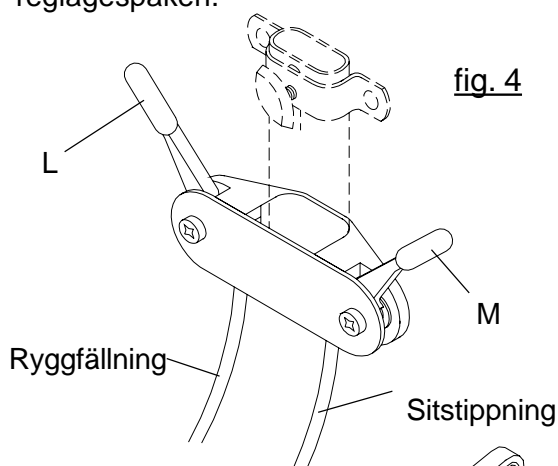

fig. 4
OBS! Kontrollera att rätt vajer ansluts, se fig. 4.
2. För in vajern i hålet på tappen (I), mellan brickorna (J). Ev. måste muttern (K) lossas något.
3. Dra i vajeränden så att vajern spänns. Kontrollera att höljet glidit in i ställskruven (H) och att spaken på reglaget (L) fig. 4, är i sitt övre läge.
4. Dra åt muttern (K).